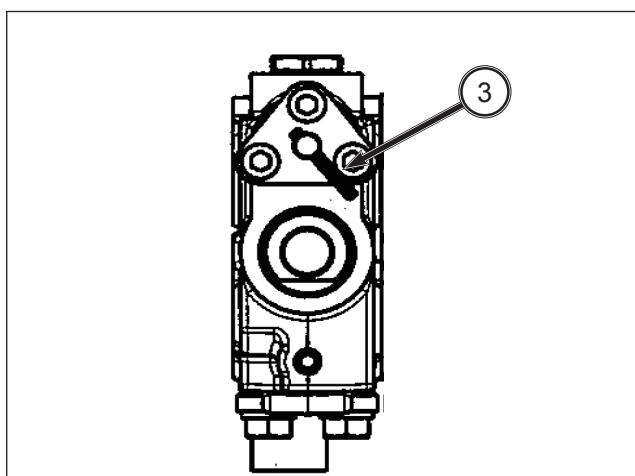

FIG. 87
FIG. 87 : le sélecteur de fonction (3) doit être tourné vers la gauche. Le sélecteur de fonction se situe à l'arrière droite du tracteur, à l'arrière des distributeurs à tiroir cylindrique.